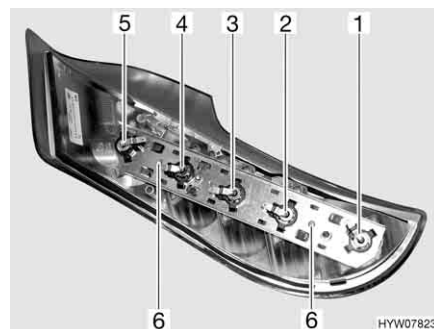

Fig. 154 Luci posteriori (lato posteriore)
- Svitare le due viti Torx (Fig. 154,6) del listello di supporto poste sul lato posteriore dell'involucro.